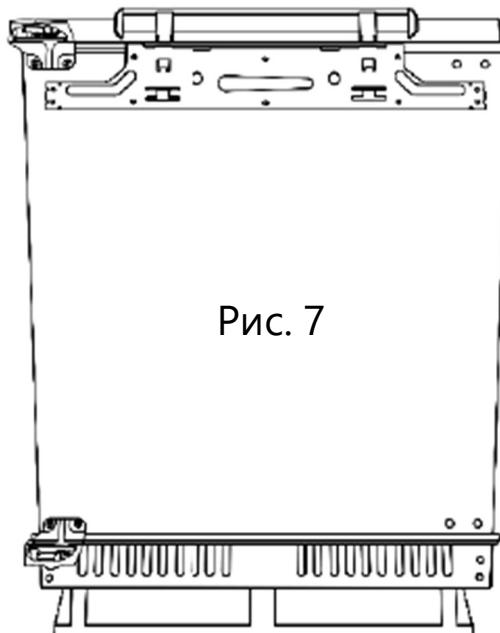

Рис. 7
8. Прикрепите дверь, зафиксировав внешние винты петли к двери. Необходимо выровнять дверь прибора горизонтально и вертикально, так, что бы уплотнитель на двери плотно прижимался со всех сторон к самому прибору и окончательно закрепить рис.7.